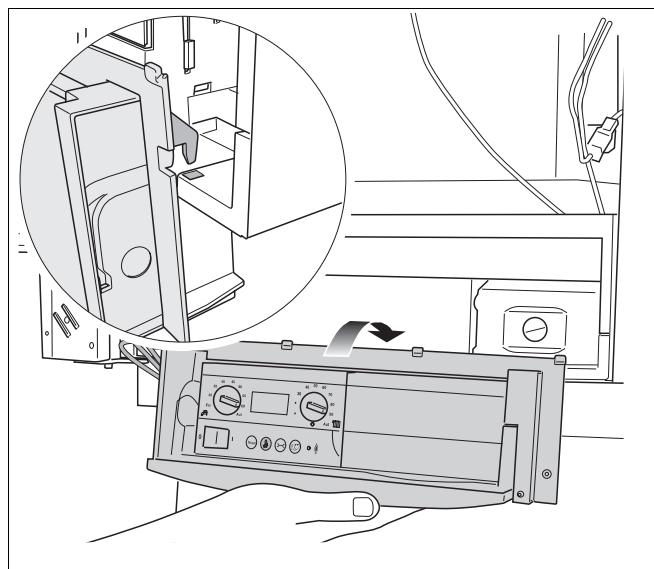

Рис. 128 Навешивание панели управления на раму котла
- Повесить панель управления на 2 крючка на отопительном котле (рис. 128).